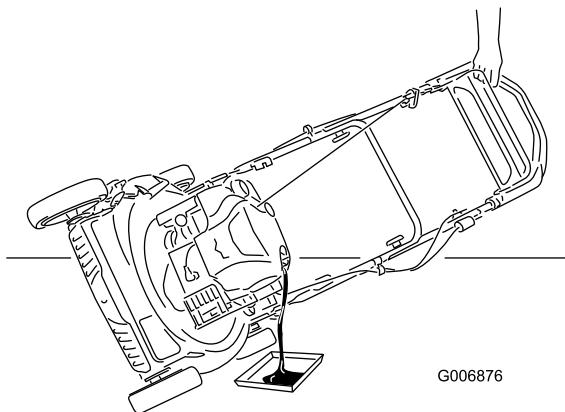

Figure 27
- Inclinez la tondeuse sur le côté (filtre à air vers le haut) pour vidanger l'huile usagée par le goulot de remplissage (Figure 27).